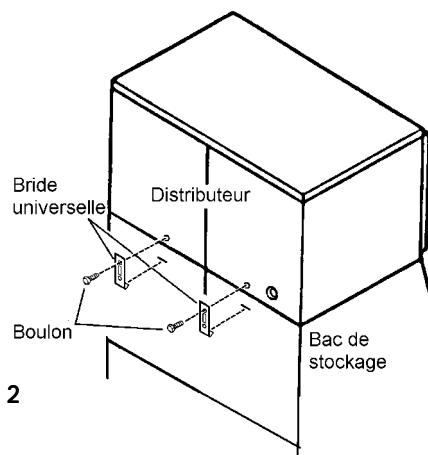

Fig. 2
- 4) Dans le kit d'accessoires, prenez les deux brides universelles et leurs boulons pour fixer le distributeur sur le bac. (Voir Fig. 2).